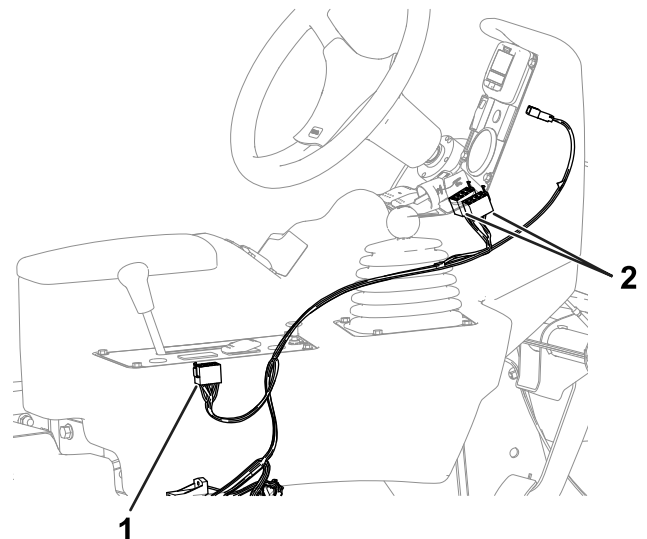

Рисунок 5
1. Проведите 8-гнездовые разъемы через пульт (Рисунок 5).